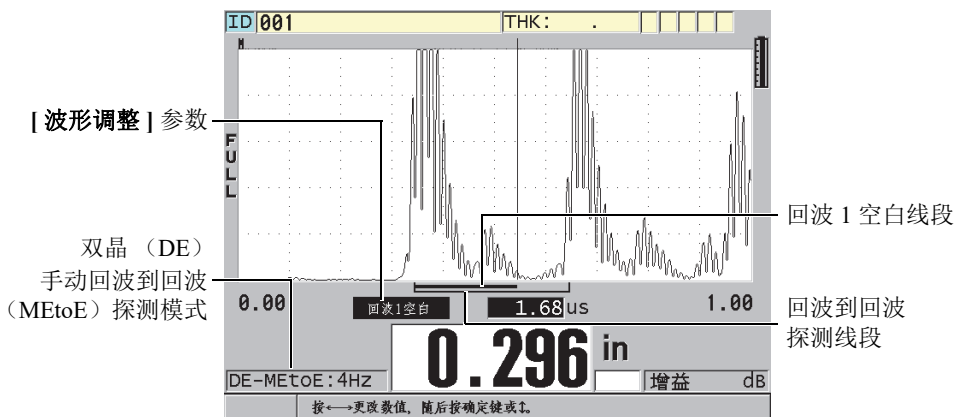

图 5-14 在手动回波到回波探测模式下进行测量
**DE-MEtoE**（双晶手动回波到回波）指示器出现在厚度读数的左侧。手动模式下的回波到回波探测线段与自动回波到回波模式的相似，不同之处是手动模式的线段包含一段可调节的 E1（回波 1）空白线段，用以表明回波探测不使用的区域（参见第 90 页的图 5-14）。仪器测量 E1（回波 1）空白后面的、波幅至少为波形显示高度 20% 的第一个回波。在这个模式下，按 **[波形调整]** 键，然后使用箭头键调整**扩展空白**、**回波 1 空白**及**增益**参数。